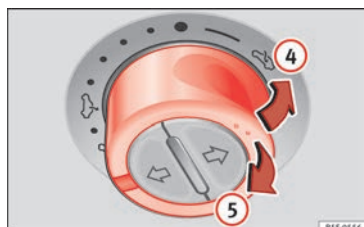

Fig. 12 En el revestimiento interior del techo: pulse el conmutador y tire de él para levantar y bajar el techo.
- Levantar: pulse el conmutador hacia la posición » **fig. 12** ④. Para una posición intermedia, mantenga el conmutador accionado hasta alcanzar la posición deseada.
- Bajar: tire el conmutador hacia la posición » **fig. 12** ⑤. Para una posición intermedia, mantenga el conmutador accionado hasta alcanzar la posición deseada.